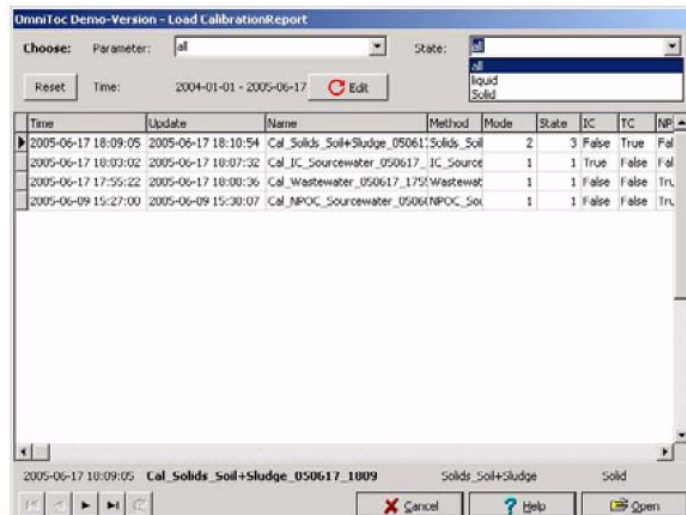

图57 Load Calibration Report（载入标定报告）窗口
2. 在**Load Calibration Report**（载入标定报告）窗口选择标定报告（图57）。